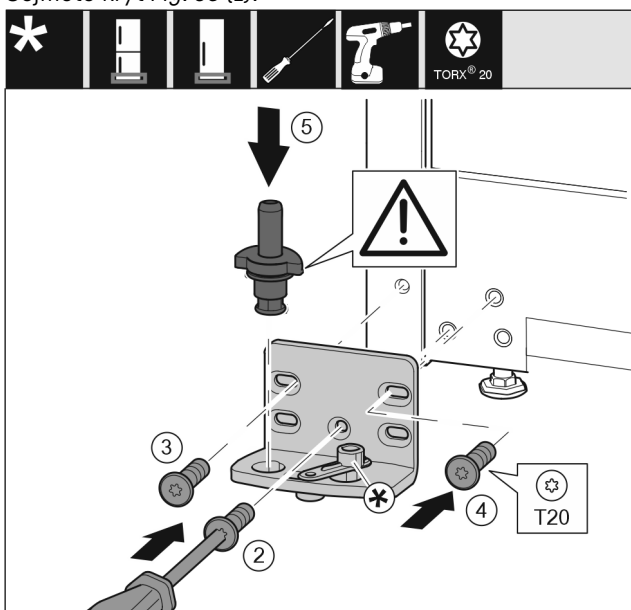

Fig. 37
- ▶ Nasadte stojan ložiska na druhé straně a přišroubujte pomocí šroubováku. Začněte šroubem Fig. 37 (2) dole uprostřed.
- ▶ Utáhněte šroub Fig. 37 (3) a šroub Fig. 37 (4).
- ▶ Zcela vložte ložiskový čep Fig. 37 (5). Přitom dávejte pozor, aby zajišťovací vačka směřovala dozadu.
- ▶ Nasadte stojan ložiska na druhé straně a přišroubujte pomocí šroubováku. Začněte šroubem (2) dole uprostřed.*
- ▶ Utáhněte šroub (3) a šroub (4)*
- ▶ Spojení tlumiče zavírání (5) otočte o 180°. Šroubovákem přišroubujte na druhé straně stojanu ložiska.*
- ▶ Zcela vložte ložiskový čep (6). Přitom dávejte pozor, aby zajišťovací vačka směřovala dozadu.*